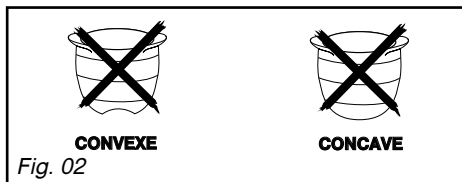

Fig. 02
– N'utilisez pas de récipient à fond concave ou convexe (Fig. 02).